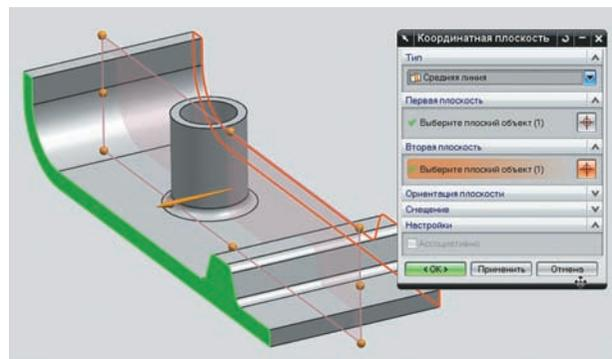

Рисунок 6.20. Создание плоскости
- С помощью команды главного меню **Вставить > База/Точка > Координатная плоскость (Insert > Datum/Point > Datum)** создайте плоскость, находящуюся строго между двумя боковыми торцами модели. Для этого в диалоге создания воспользуйтесь подтипом **Средняя линия (Bisector)** (рис. 6.20).